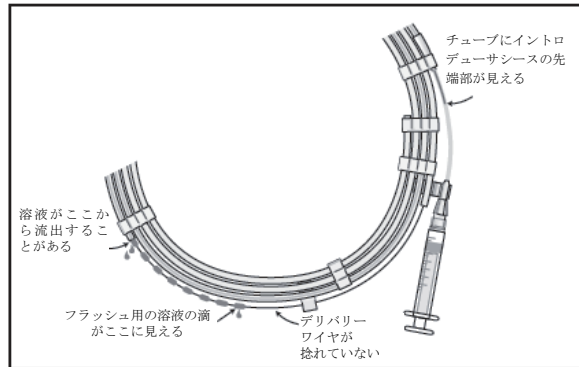

図 2: 灌注／湿潤用フープへのフラッシュ用溶液注入
6. 図 2 に示すように、生理食塩液の滴が、イントロデューサシースの手元部から出てくることを確認する。ディスペンサーコイルから溶液が多少出てくるかもしれないが、これは本品の灌注／湿潤を示すものではない。図 2 に示した位置に、フラッシュ用の生理食塩液の流出が認められない場合、この製品は使用してはならない。